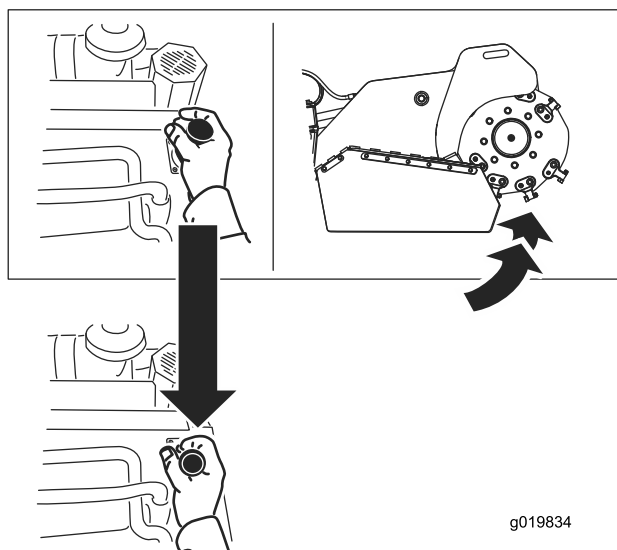

Figura 13
- Para elevar la destoconadora, tire de la palanca hacia atrás (Figura 13).